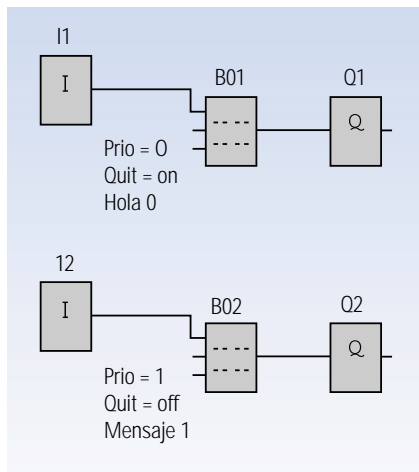

Figura 3: Activación de 2 mensajes de diferente prioridad.
En la figura 3 se ejemplifica 2 bloques de mensajes con prioridades diferentes, activados por diferentes señales; en el caso de que ambos se activen al mismo tiempo (I1 e I2 activadas), se verá en el display el
b) La aceptación: esta funcionalidad incorporada en las versiones OBA3 permite que el mensaje permanezca en pantalla aún si la señal que lo hizo activar deja de estar presente. De este modo, es posible utilizar los mensajes realmente como alarmas y que el operador pueda estar más al tanto de cualquier evento que se suscite en su ausencia. El mensaje desaparece al presionar la tecla frontal de OK. En el ejemplo de la figura 3, el mensaje así configurado es el creado en el bloque B01, dado que tiene asignado el parámetro Quit en ON.